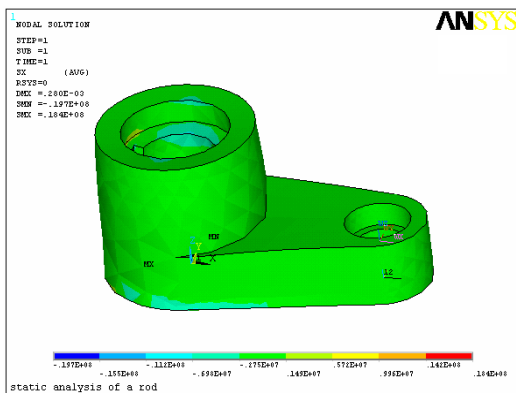

图 8-67 X 方向的应力
②在“Item to be contoured”（等值线显示结果项）域中选择“Stress”（应力）选项。
③在列表框中选择“X-Component of stress”（X 方向应力）选项。
④选择“Deformed shape only”（仅显示变形后模型）单元选项按钮。
⑤单击“OK”按钮，图形窗口中显示出 X 方向（径向）应力分布图，如图 8-67 所示。